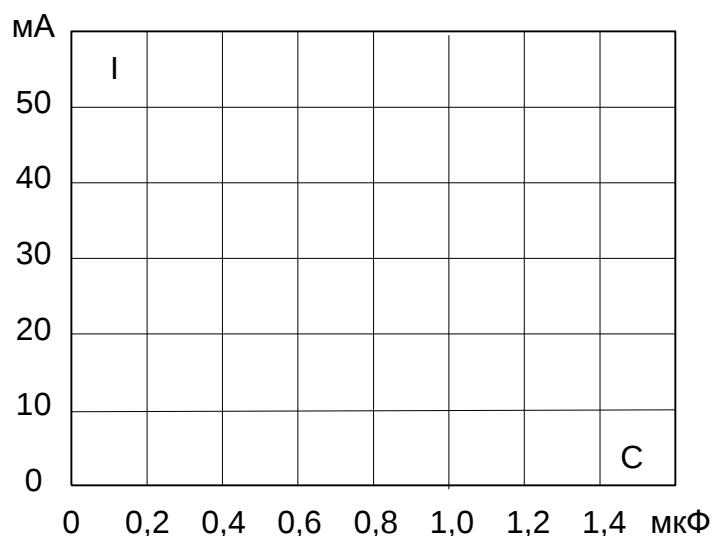

Рис. 3.8. График изменения токов от ёмкости.
- На рис. 3.8 постройте графики изменения токов от ёмкости параллельно включенного конденсатора и по минимуму тока определите фактическую резонансную ёмкость. Сравните её с расчётным значением.